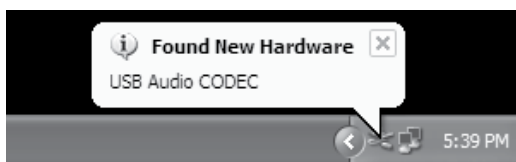

Figure 1
1. La première fois que vous branchez la console sur un port USB, Windows installe les pilotes universels pour ce port. Une fenêtre vous informant que le codec audio USB a été trouvé apparaîtra (figure 1).